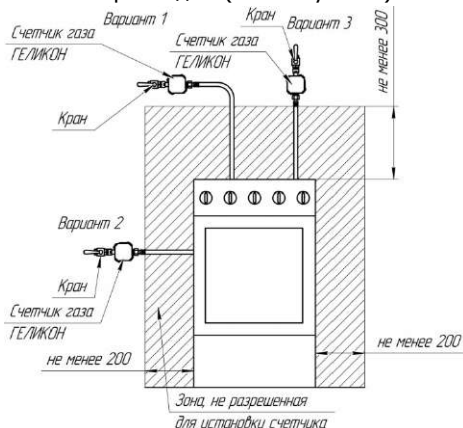

Рисунок 2
- 6.2 Счетчик устанавливается на горизонтальном или вертикальном участке газопровода после газового крана. При установке счетчика над газовой плитой необходимо устанавливать его таким образом, чтобы исключить нагревание счетчика от газовой горелки плиты (см. Рисунок 2).